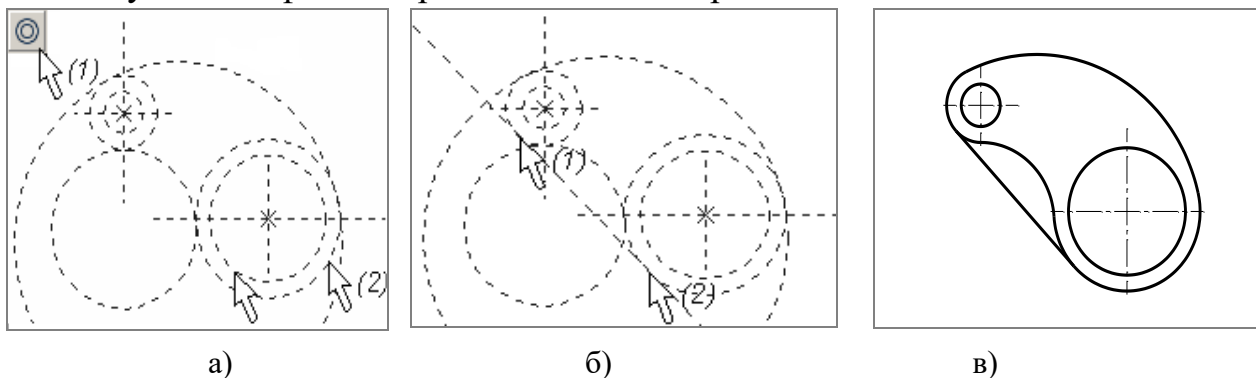

Рисунок 13 – Порядок построения концентрических окружностей, касательной прямой и изображения чертежа
2.3.5 Постройте концентричную окружность. Порядок построения: находясь в команде , выбрать опцию , затем указать на окружность (1) (рисунок 13а). В окне свойств элемента построения, задать разность радиусов окружностей, равную –15 мм. Построения для другой окружности аналогичны.
2.3.6 Постройте касательную прямую. Порядок построения: вызвать команду . Аналогично построению касательных окружностей, располагая курсор в указанных местах поля чертежа, выбрать сначала окружность (1) (рисунок 13б), затем окружность (2).
команду **Изображение** и вычертить контур основной линией (рисунок 13в). Для нанесения осевых линий воспользоваться командой  («Чертеж|Оси»).